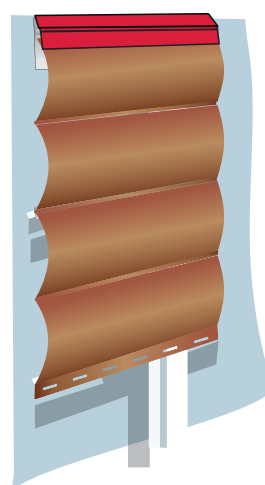

рис.5
3. Монтаж панелей Блок-Хауса следует выполнять сверху вниз. Замковая соединительная система пазового типа должна находиться снизу (рис.5);